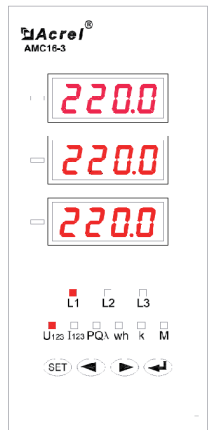

图 12
- 1) 图 12 显示的电参量从上到下依次为第 1 路三相负载的 A、B、C 三相电压值。